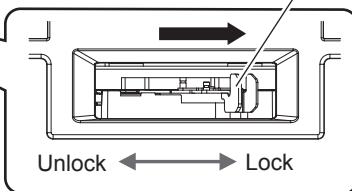

Fig. 5
- Si le levier de verrouillage de l'objectif est du côté Lock (Fig. 5), pincez le levier de verrouillage de l'objectif et tournez-le vers le côté Unlock. (Fig. 3)
- 5) **Tout en maintenant l'objectif de projection, tournez entièrement le levier de verrouillage vers le côté Lock. (Fig. 5)**